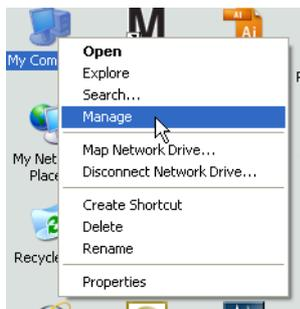

Рис. 34
1. Щелкните правой кнопкой по значку «Мой компьютер» на рабочем столе; выберите «Управление» (Рис. 34).